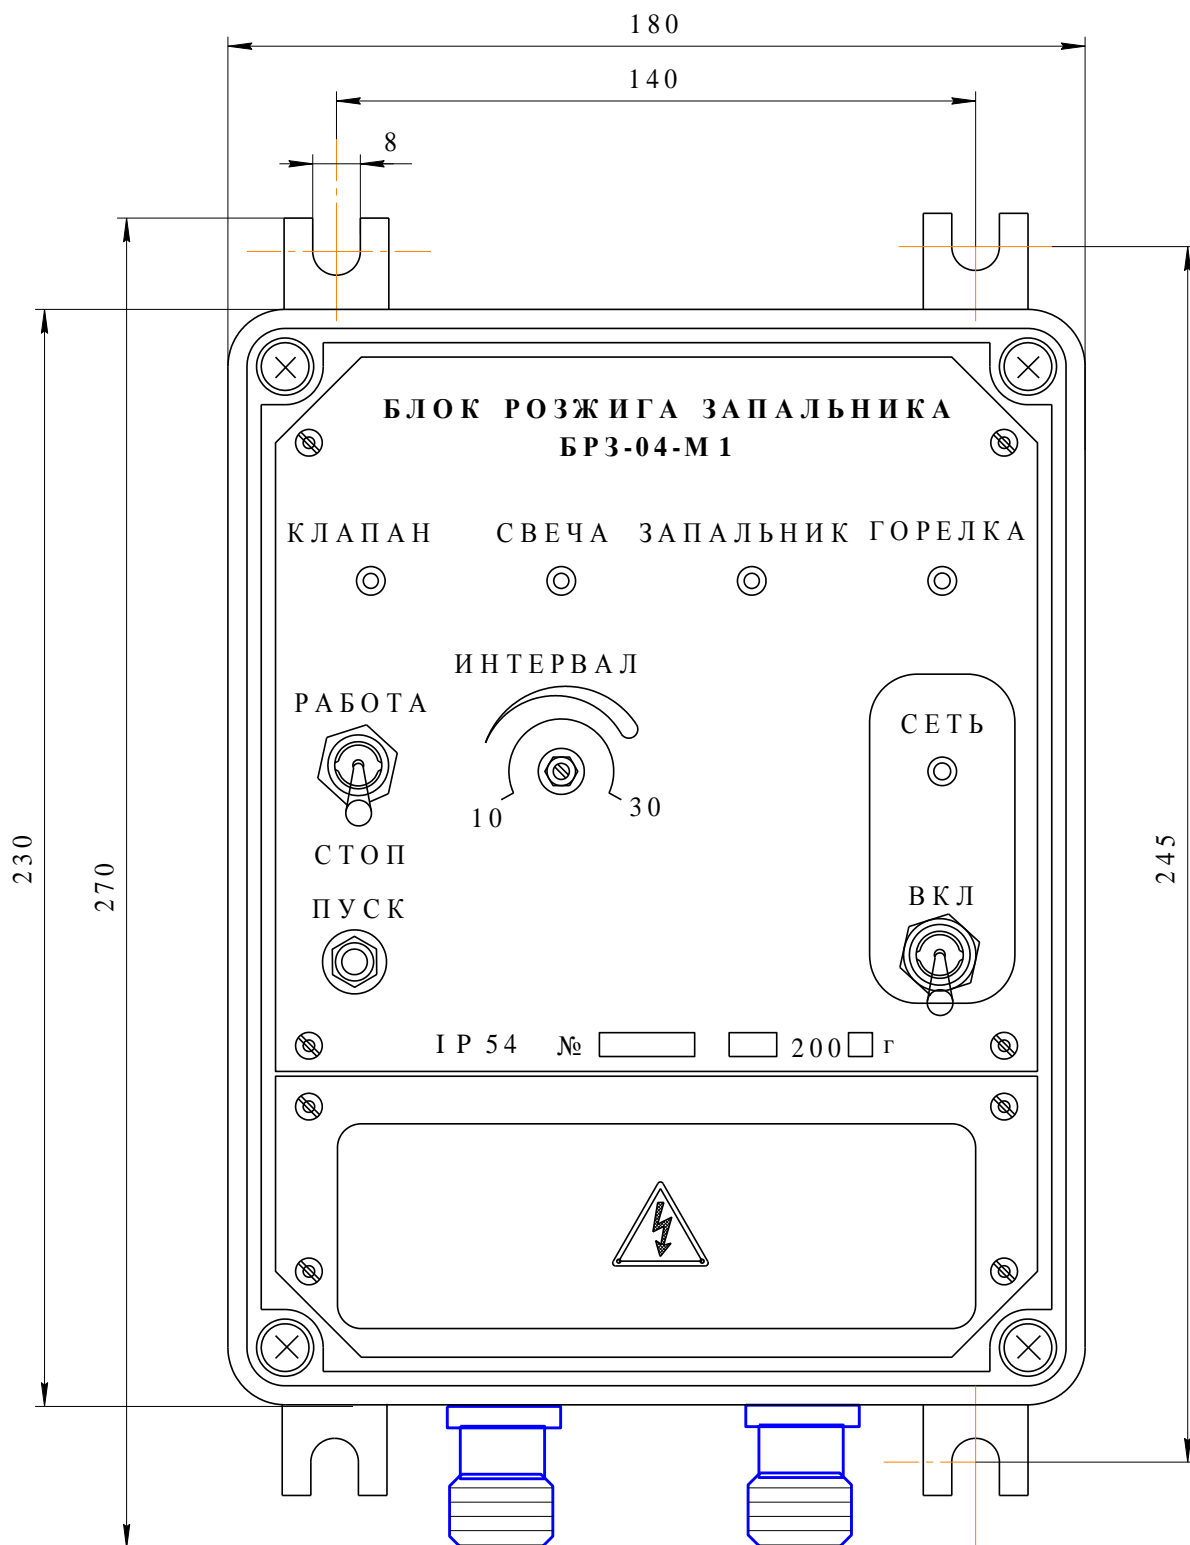

Рис.1. Внешний вид и габариты блока розжига БР3-04-М1.
4.1. Конструктивно блок БРЗ-04-М1 (см. рис.1) представляет собой пластиковый корпус, на передней панели которого размещены органы управления и элементы индикации. На нижней боковой стенке размещены 2 кабельных ввода для подвода проводов их подключения к колодке ХТ1.
5.1. Крепление блока БРЗ-04-М1 осуществляется с помощью лапок в вертикальном положении четырьмя винтами М6 с центрами, расположенными на углах прямоугольника шириной 140 мм и высотой 245 мм (см. рис. 1).